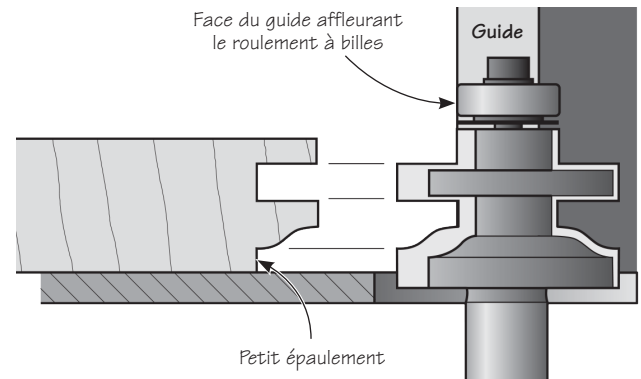

Figure 2 : Réglage pour les coupes de profil
2. Fixez la mèche à profil sur la toupie montée sur une table. Réglez la hauteur de la mèche pour tailler un petit épaulement sur le côté intérieur des pièces. Voir la **figure 2**. Assurez-vous que le guide de la table à toupie est aligné sur le roulement à billes. Moulurez ainsi l'intérieur de toutes les pièces du cadre, montants et traverses, ainsi que les deux côtés des montants et des traverses intermédiaires.